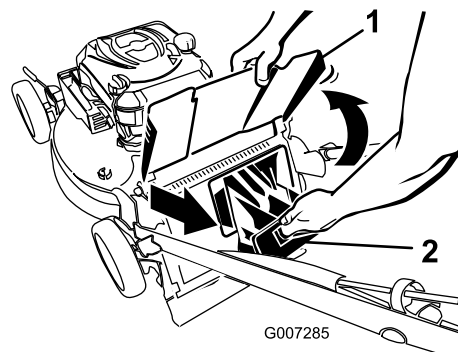

Figure 32
1. Soulevez le déflecteur d'éjection et gardez-le dans cette position (Figure 32).